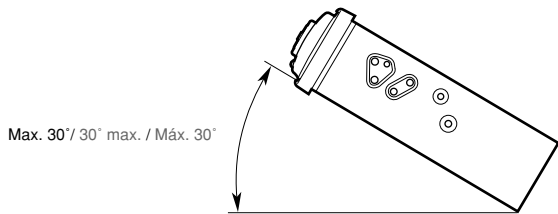

Figure 2 / Figure 2 / Figura 2
- Install the unit within 30° of the horizontal plane. (Figure 2)
- Installer l'appareil avec un angle inférieur à 30° par rapport à l'horizontal. (Figure 2)